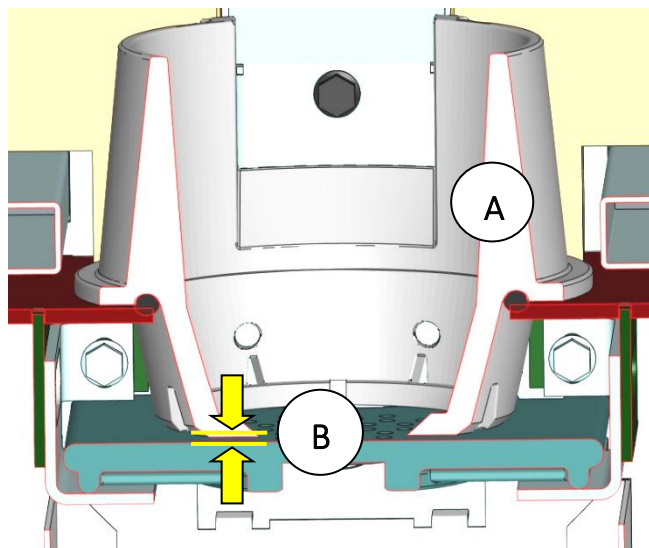

Abb. 38: Schnitt Rost und Brennerkopf
3. Der Rand des Rostes muss umlaufend mit dem Rand des Brennerkopfs (Teil A) abschließen. Zwischen Rost und Brennerkopf darf vertikal maximal 1 mm Abstand vorhanden sein (Abb. 38, Teil B).